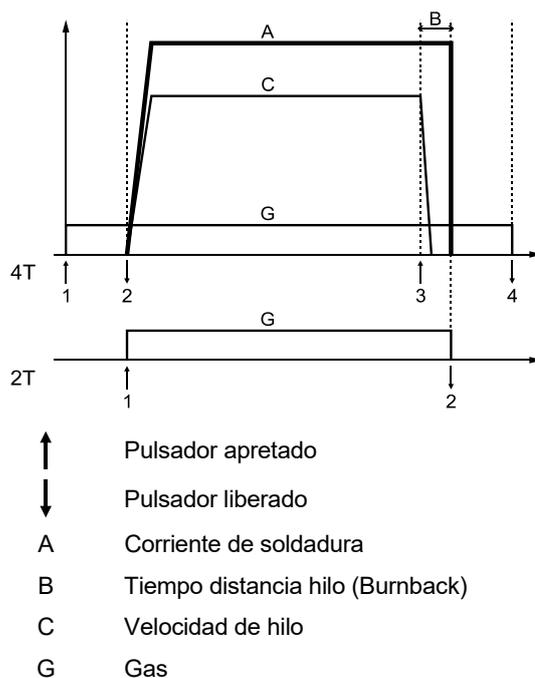

Figura 8.
27. Conmutador de modo de soldadura: permite seleccionar el modo 2 pasos o 4 pasos de la antorcha. La funcionalidad del modo 2T/4T se muestra en la figura 8.